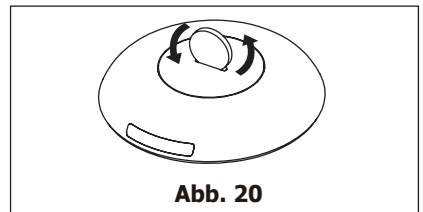

Abb. 20
- 2.** Drehen Sie die hintere Abdeckung mit einer Münze oder einem ähnlichen Gegenstand gegen den Uhrzeigersinn, um sie zu öffnen. (Abb. 20 und 21)